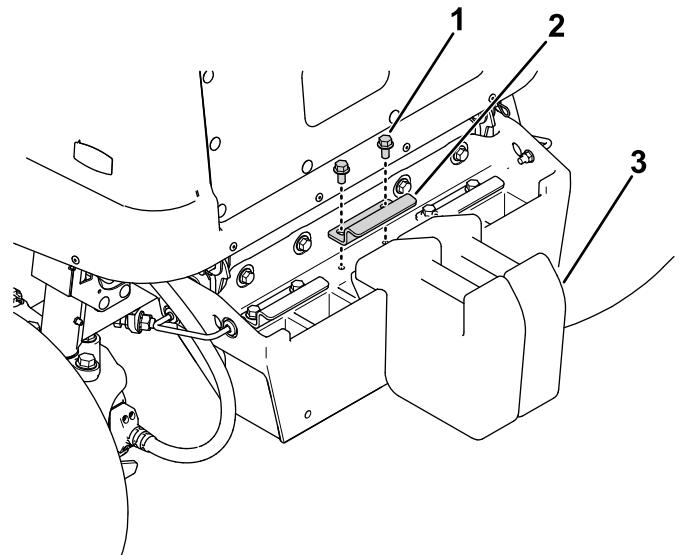

Bild 15
- 2. Fügen Sie zwei Ballastgewichte zum Stoßfänger hinzu, wie in Bild 15 dargestellt.
- 3. Verwenden Sie die Schrauben und die Halteklammer des Ballasts (Bild 15), um den Ballast an der Stoßstange zu befestigen.
1. Lösen Sie die Schrauben (Bild 15), mit denen die Halteklammer des Ballasts am Stoßfänger befestigt ist.